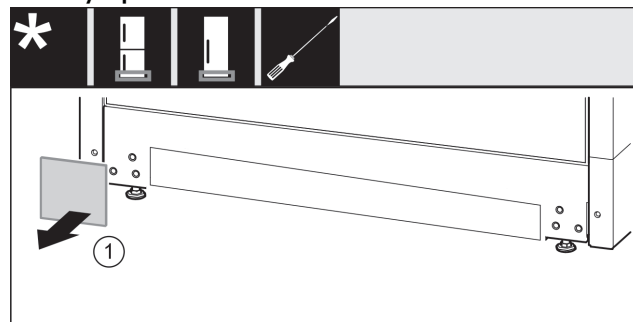

Fig. 17
- ▶ Снимите крышку Fig. 17 (1).